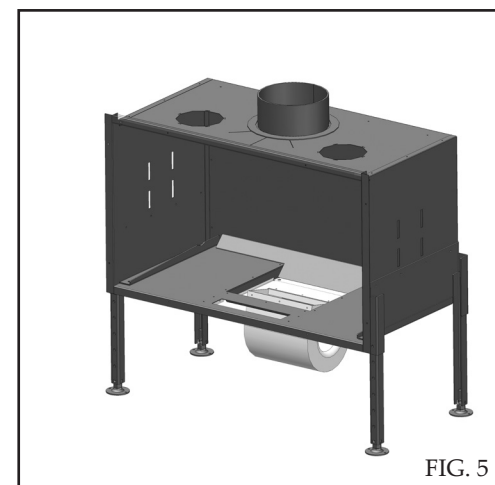

FIG. 5
- De ventilator plaatsen (in optie) (fig.5)
- Installez le ventilateur par l'intérieur du caisson (en option). (FIG.5)